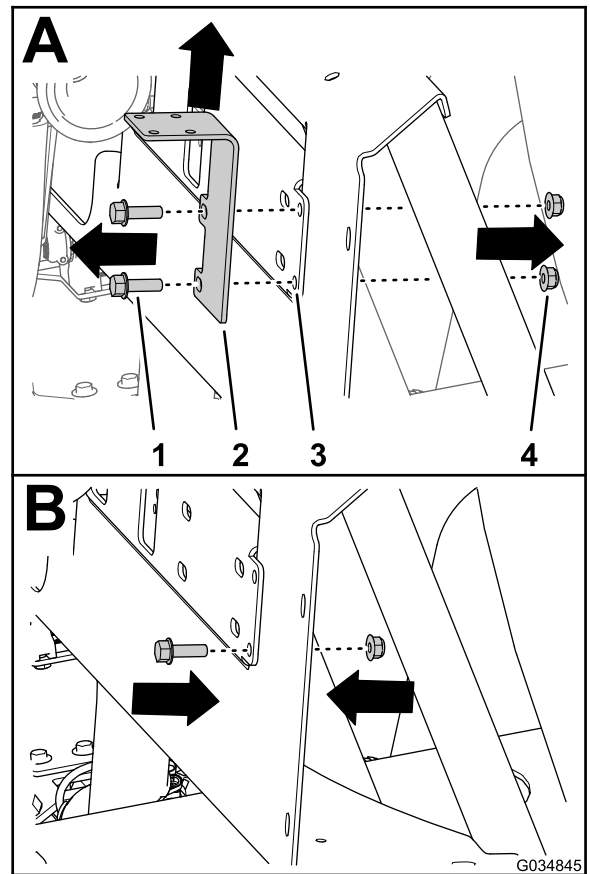

图 54
5. 拧下将旁通切断阀支撑架固定至歧管安装架的 2 个凸缘头螺栓 $5/16 \times 1$ 英寸和 2 个凸缘锁紧螺母 $5/16$ 英寸 图 54 中的 A 然后取下切断阀支撑架。
6. 将凸缘头螺栓 $5/16 \times 1$ 英寸和凸缘锁紧螺母 $5/16$ 英寸安装至步骤 5 中卸下的切断阀支撑架的下孔位置的歧管安装架 图 54 中的 B。